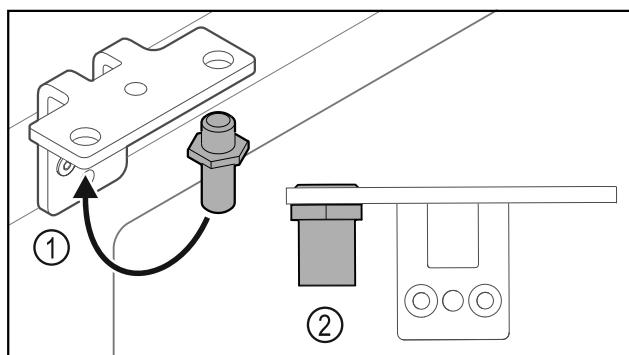

Fig. 34
- Pārlieciņi tapu Fig. 34 (1) lokāmajā kronšteinā.
- Pievelciet tapu Fig. 34 (2) ar **griezes momentu 12 Nm**.